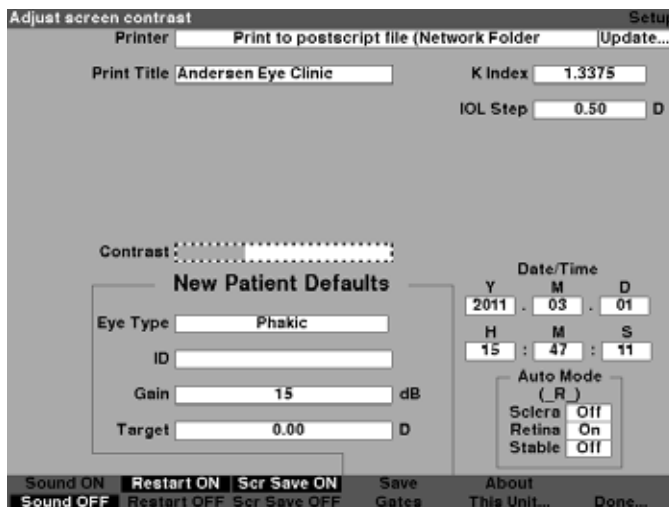

Figura 5-40 Ajuste do contraste
- Com o campo de Contraste ativado, gire o botão para ajustar o contraste branco/cinza da tela. A quantidade de cinza vs. branco é indicada no campo de Contraste por uma barra sólida em cinza, que aumenta ou diminui à medida que se ajusta o contraste conforme mostrado na Figura 5-40.